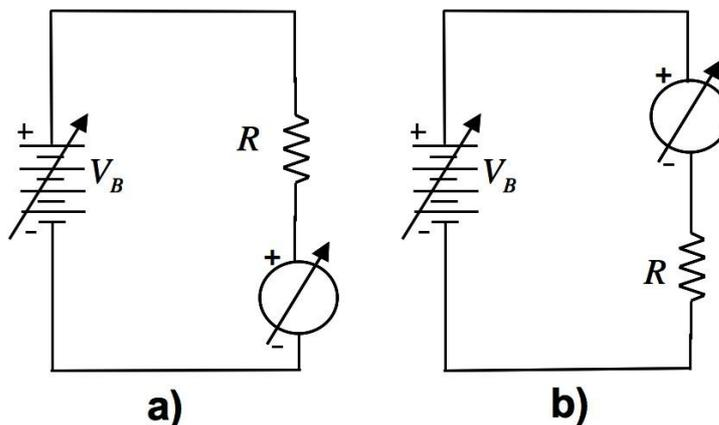

Figura 11: Circuito a ser usado no *Procedimento I*.
- 1) Monte cada um dos circuitos indicados na **Figura 11** abaixo ajustando a voltagem na fonte para $V_B = 5V$. Meça com um multímetro o valor de V_B e sua respectiva incerteza.
- 3) Meça as correntes i_a e i_b para as situações descritas na **Figura 11** com suas respectivas incertezas. Faz diferença se o amperímetro está colocado antes ou depois do resistor, conforme mostrado na figura?